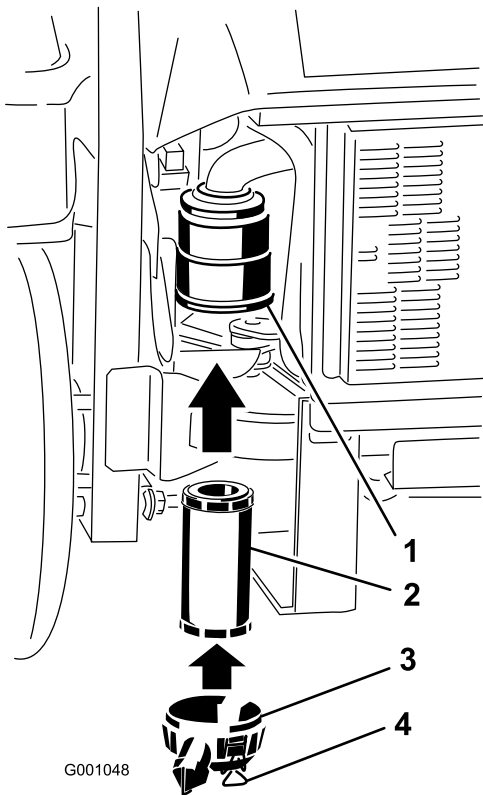

Bild 55
2. Schieben Sie den Filter vorsichtig in das Gehäuse (Bild 55).
3. Bringen Sie die Luftfilterabdeckung an und befestigen die Riegel (Bild 55).